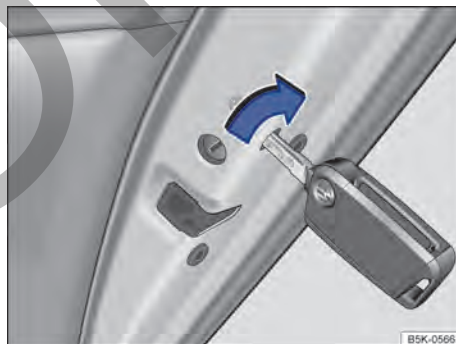

Fig. 56 Cierre de emergencia del vehículo con la llave del vehículo.
- Introducir la paleta de la llave en la ranura → fig. 56 y girarla.